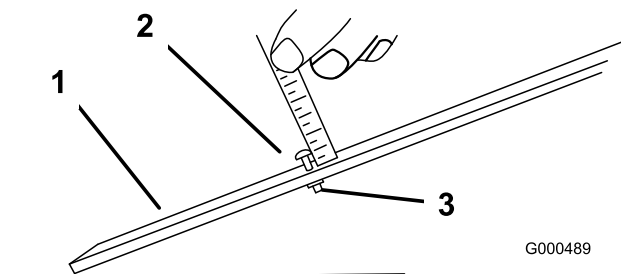

Figura 50
3. Desaperte a porca da barra indicadora (Figura 50) e regule o parafuso de ajuste para a altura de corte desejada. A altura de corte corresponde à distância entre a parte inferior da cabeça do parafuso e a superfície da barra.